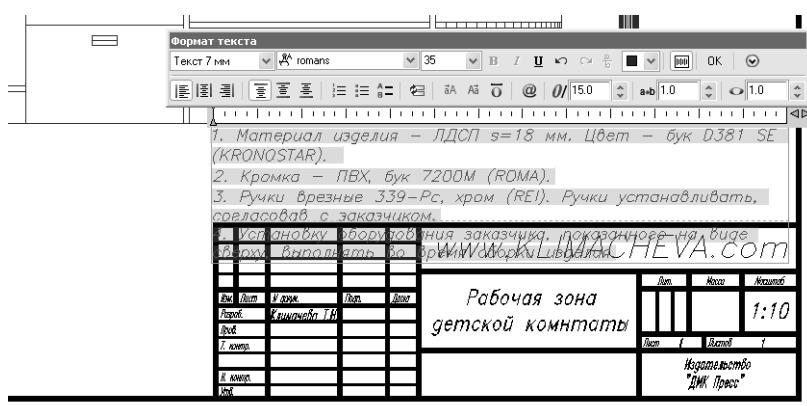

Рис. 10.33 ▼ При редактировании многострочного текста можно изменить размер шрифта, не меняя стиль
- Поскольку был выбран стиль с крупным шрифтом, введенный вами текст не поместится в области, которая находится между чертежом и основной надписью. Давайте исправим ситуацию. Раскройте список размеров шрифтов и выберите из него размер 35 мм. Вид чертежа улучшится, но все же останется далеким от идеального (рис. 10.33).